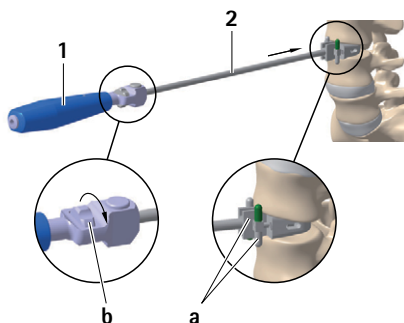

Abb. 1
- ▶ Meißelführung 2 mit gewünschter Implantathöhe und Winkel auf den Griff 1 montieren, siehe Abb. 1.
- ▶ Rad **b** im Uhrzeigersinn drehen und Sicherheitsstopp **a** auf kürzeste Meißellänge einstellen, siehe Abb. 1.
- ▶ Meißelführung 2 mittig in den Bandscheibenraum einführen und Sicherheitsstopp **a** unter Röntgenkontrolle auf gewünschte Meißeltiefe einstellen, siehe Abb. 1.